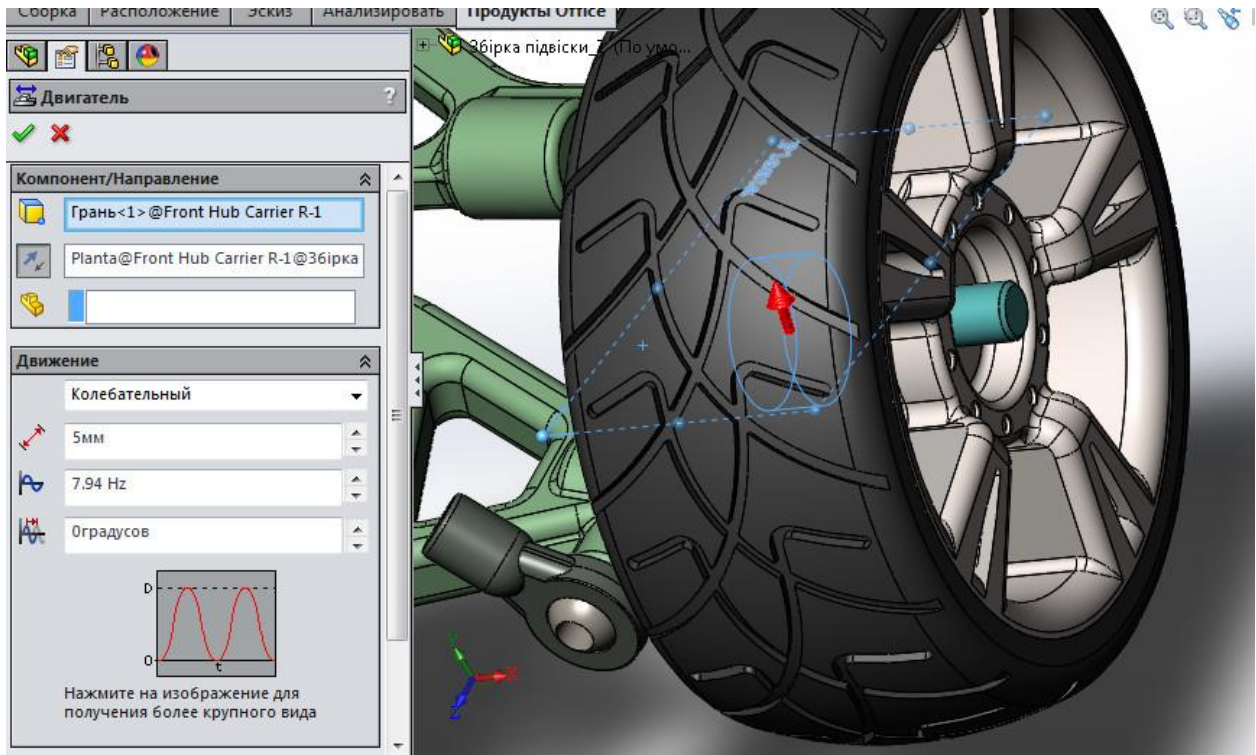

Рис. 4. Визначення коливального двигуна.
2.2.3. Створіть двигун, як це показано на рис. 4. Ви повинні використовувати верхню площину (**TOP**) компонента **Front Hub Carrier R** або компонента **Neumatico**. Виберіть коливальний тип руху двигуна. Амплітуда 5 мм (половина висота нерівностей на дорозі) і частоту 7,94 Гц. Залишіть 0deg для фазового зсуву.